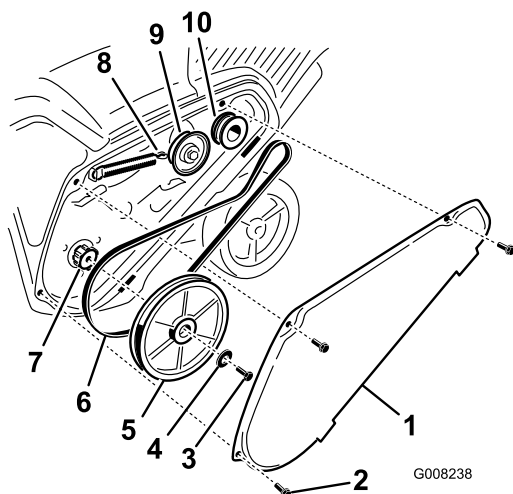

Figure 35
1. Enlevez le couvercle de la courroie d'entraînement après avoir retiré les 3 boulons comme illustré (Figure 35).
2. Décrochez le ressort de frein du bras de la poulie de tension pour détendre la courroie (Figure 35).
3. Enlevez la vis et la rondelle bombée qui retiennent la poulie de rotor (Figure 35).
4. Retirez la poulie de rotor et la courroie d'entraînement (Figure 35).
Remarque: Acheminez la courroie neuve autour de la poulie du moteur, puis de la poulie de tension, et enfin autour de la poulie de rotor desserrée, située juste au-dessus de l'arbre de rotor (Figure 35).
6. Montez la poulie de rotor sur l'arbre de rotor (Figure 35).
7. Montez la rondelle bombée et le boulon de fixation de la poulie de rotor, et serrez-les solidement (Figure 35).